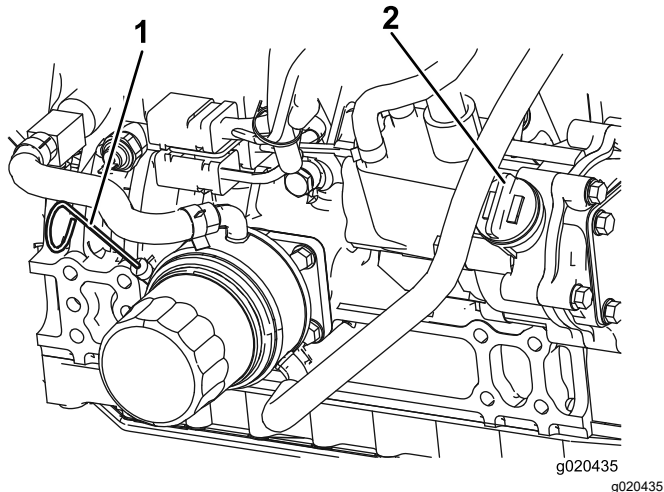

図 78
オイル量が安全レンジ内にあればよい 図 78。
4. 不足している場合安全範囲よりも下は、補給管についているキャップ 図 78 を取り、Full 位置までオイルを補給する。